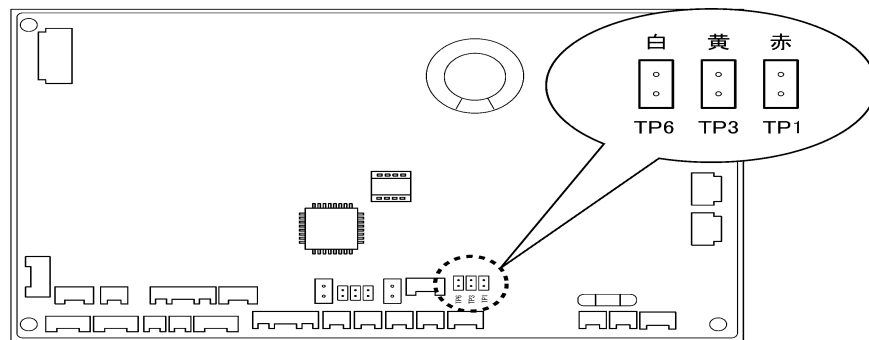

図1 室内コントロール基板
- ①電装ボックスの蓋を開き、室内コントロール基板を確認してください。(図1)
- ②表1のDCファンモータータップ設定表で確認していただいた設定Noに応じて、別売品グリル取付フィルター用金具に付属の短絡コネクタ(2P:黄色)を室内コントロール基板の短絡ピンに接続してください。
- ② 天井面と室内ユニットの位置が図1のようになっているか確認します。天井面と室内ユニットの位置が合わないと風もれや水もれおよびフラップの作動不良等の原因となります。
(図1)